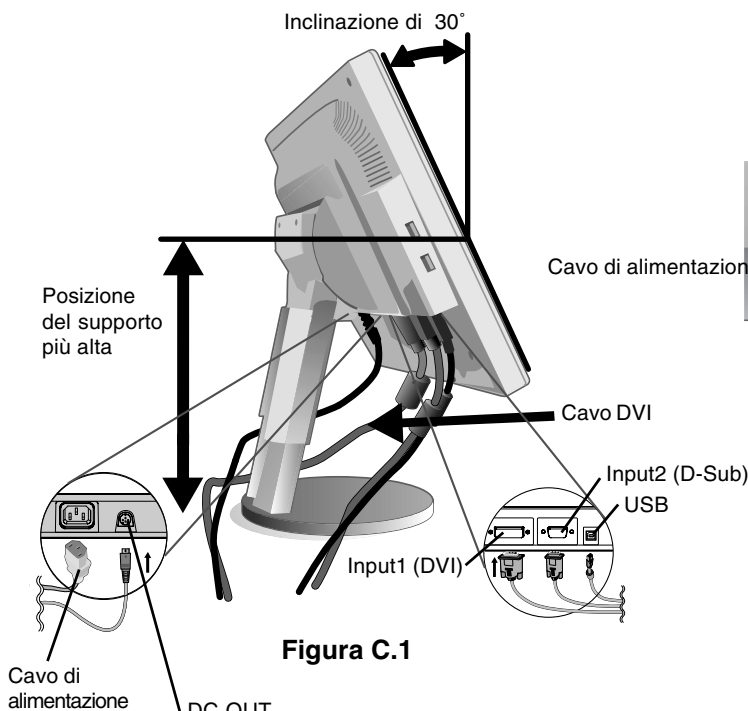

Figura C.1
3. Appoggiare le mani su entrambi i lati del monitor per inclinare lo schermo LCD di 30° e alzarlo alla posizione più alta (**figura C.1**).
4. Collegare tutti i cavi ai connettori appropriati (**figura C.1**).
NOTA: Se si collegano entrambi i cavi DVI e D-sub, il cavo DVI deve essere collegato lungo la nervatura sul lato del cavo di alimentazione (**figura C.1**).